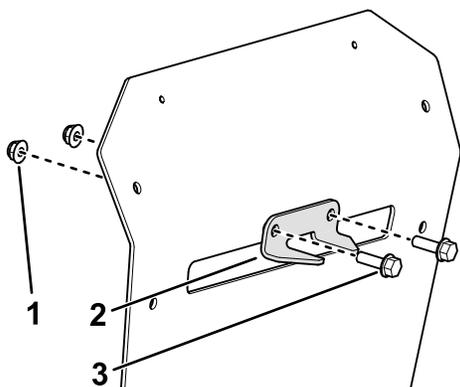

**Рисунок 12**
1. Снимите 2 имеющихся болта, 2 гайки и кронштейн сцепки с днища задней защиты (Рисунок 12).